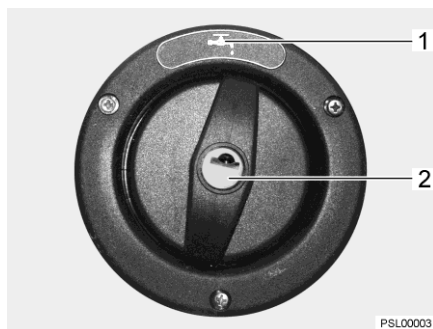

Fig. 100 Couvercle de fermeture pour bec de remplissage d'eau potable
Le bec de remplissage d'eau potable est désigné par le symbole "☰" (Fig. 100,1). Le couvercle de fermeture est ouvert et verrouillé à l'aide de la clé pour les serrures extérieures.
- Insérer la clé dans le barillet (Fig. 100,2) et la tourner d'un quart de tour dans le sens inverse des aiguilles d'une montre.
- Ouvrir le bec de remplissage d'eau potable (Fig. 100).